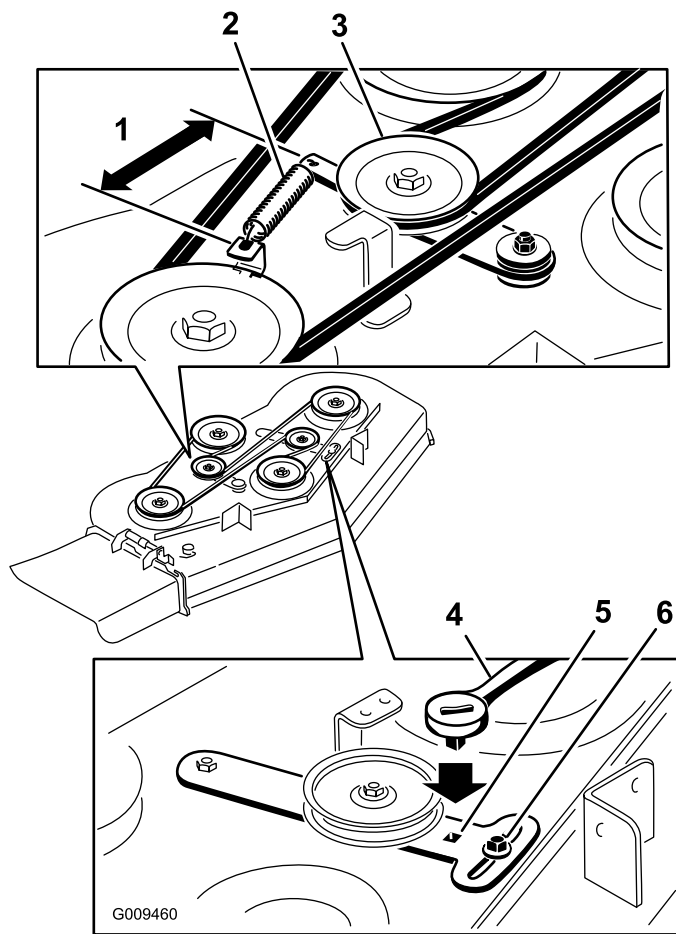

Figura 65
5. Retire la correa usada del cortacésped (Figura 65).
6. Instale la correa nueva del cortacésped alrededor de las poleas de la plataforma y la polea del embrague (Figura 65).
7. Utilizando la llave de carraca en el brazo tensor, apriete la polea tensora hasta que el muelle mida 14,6 cm (5-3/4 pulg.) de un gancho a otro (Figura 65).